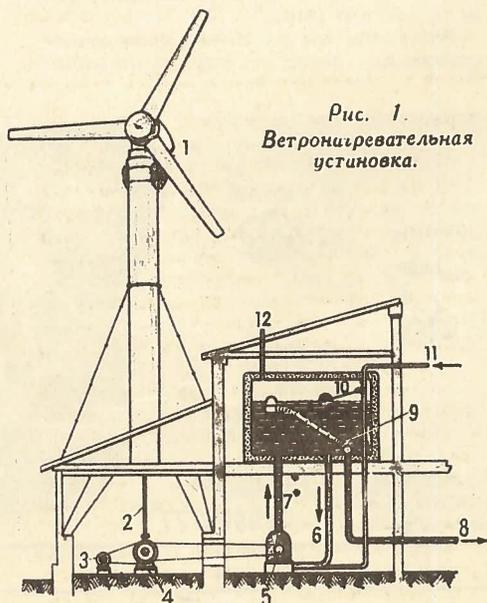

Рис. 1.
ние оборудования ветронагревательной установки (рис. 1), снабжающей потребителей горячей водой (или паром), может быть таким. Вращение крыльев (1) передается к нагревательной установке через вертикальный вал (2). От вала энергия передается на редуктор (4), увеличивающий скорость вращения, и через ременную передачу и шкив вращает индуктор электровихревого котла (5).